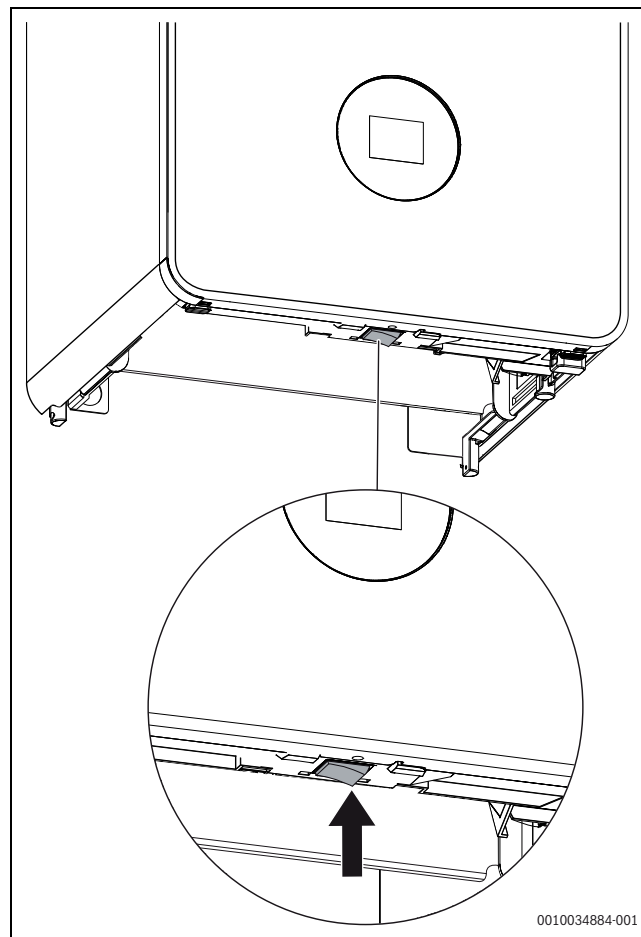

Fig. 1 Interrupteur Marche / Arrêt
- Arrêter l'appareil avec l'interrupteur Marche / Arrêt (→ fig. 1, page 5).